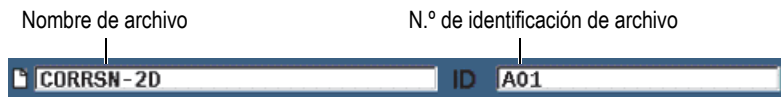

Figura 4-3 Ejemplo de barra de identificación de archivo con el número de identificación
La barra del número de identificación (ID) aparece en la parte superior de la página principal y muestra el nombre del archivo abierto en curso, más el número de identificación (vea el ejemplo en la Figura 4-3 en la página 101).